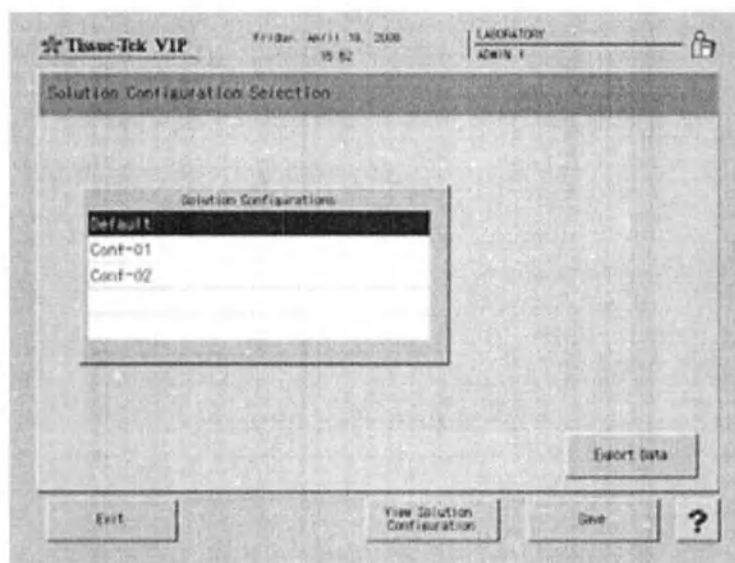

Рис. 105 Выбор конфигурации растворов
1. В меню «Process Menu» (Меню процессов) нажмите кнопку **«Solution Configuration Selection»** (Выбор конфигурации растворов). Появится соответствующий экран (Рис. 105).